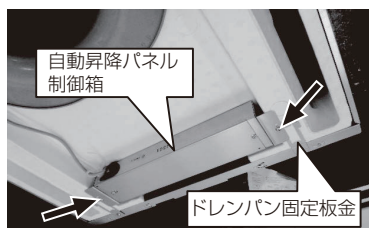

図3-1
- 2) 自動昇降パネルの制御箱を本体ドレンパンの固定板金に付属の PTT ネジ 2 本で締め付けます。(図3-1 →部)
- 2) 自動昇降パネルの制御箱を本体ドレンパンの固定板金に付属の PTT ネジ 2 本で締め付けます。（図3-1 →部）